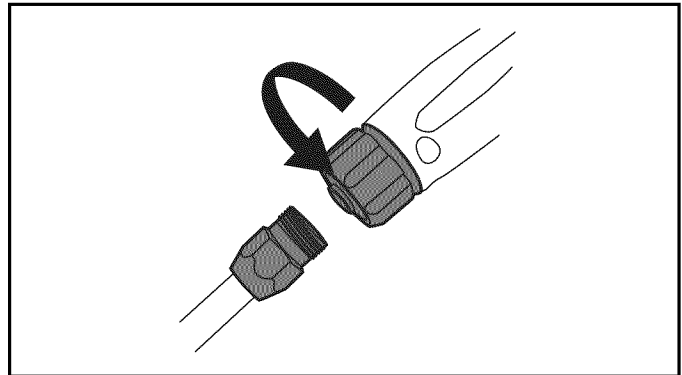

Figura 4-13. Fijación de la lanza
4. Vuelva a conectar la lanza en la pistola de pulverización (Figura 4-13). Apriete con la mano.